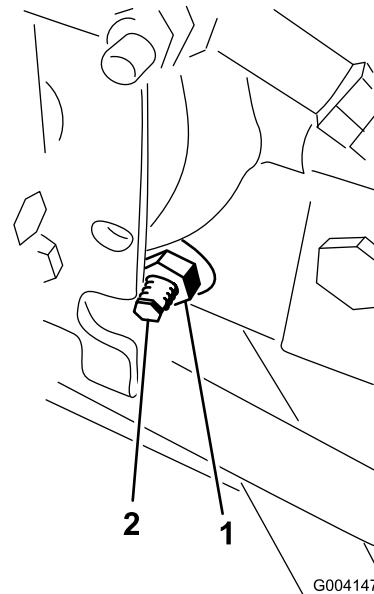

Figura 92
3. Dal lato destro dell'idrostato, allentate il dado di bloccaggio sulla camma di regolazione della trazione (Figura 92).